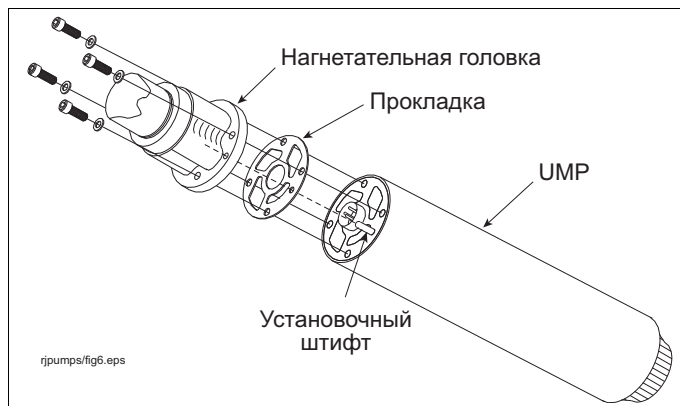

Рис. 27. Болты и прокладка UMP
6. Отвернув четыре болта крепления нагнетательной головки (см. рис. 27), снимите использованный UMP. Утилизируйте старую прокладку и крепеж.
6. Отвернув четыре болта крепления нагнетательной головки (см. рис. 27 на стр. 38), снимите UMP. Утилизируйте старую прокладку и крепеж.